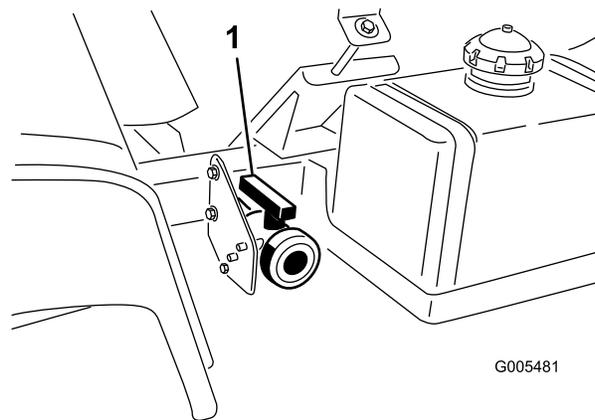

図 27
2. タンクのドレン・バルブは、車体の左側にある(図 27)。燃料タンクの前のフレームについている。